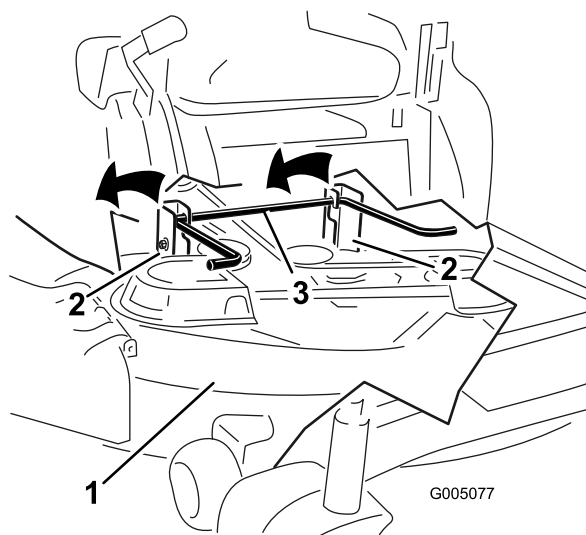
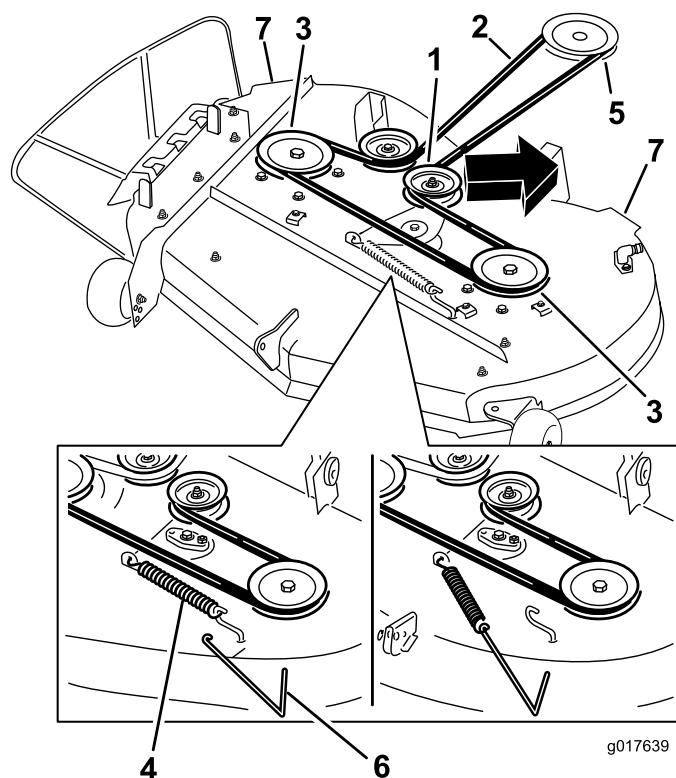

Figure 56
Figure 57
5. En vous aidant des poignées, soulevez le tablier de coupe et les supports pour les dégager de la tige de levage arrière et abaissez le tablier au sol avec précaution (Figure 56 et Figure 57).
- À l'aide d'un outil de dépose de ressort (réf. Toro 92-5771), décrochez le ressort du crochet sur le tablier pour éliminer la tension sur la poulie de tension et déchaussez la courroie des poulies (Figure 57).
- Acheminez la courroie neuve autour de la poulie du moteur et des poulies du tablier de coupe (Figure 57).
- À l'aide d'un outil de dépose de ressort (réf. Toro 92-5771), accrochez le ressort au crochet situé sur le tablier, ce qui a pour effet d'exercer une tension sur la poulie de tension et la courroie du tablier de coupe (Figure 57).
- Soulevez l'arrière du tablier de coupe et guidez les supports sur la tige de levage arrière (Figure 56).